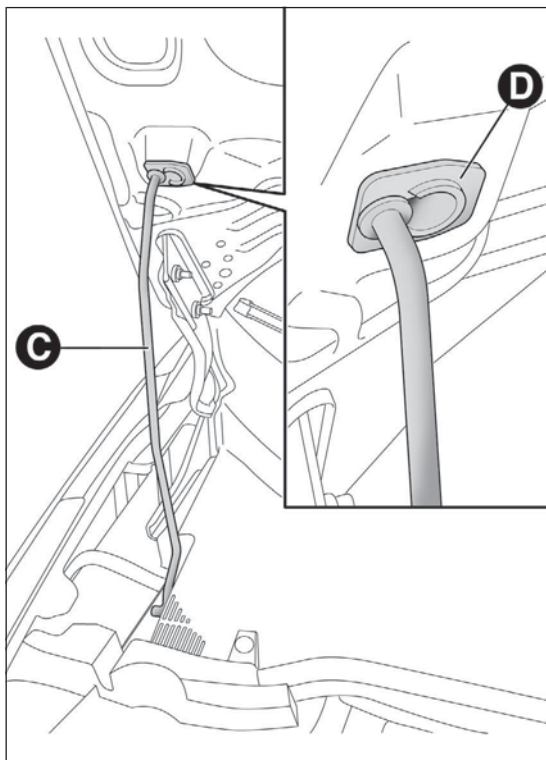

fig. 69
- solleva il cofano e contemporaneamente libera l'asta di sostegno C fig. 69 dal proprio dispositivo di bloccaggio, quindi inserisci l'estremità nella sede D, assicurandoti di fare scattare l'asta nel foro più piccolo della molletta di ritegno.
- tieni sollevato il cofano con una mano e con l'altra togli l'asta C fig. 69 dalla sede D e reinseriscila nel proprio dispositivo di bloccaggio;